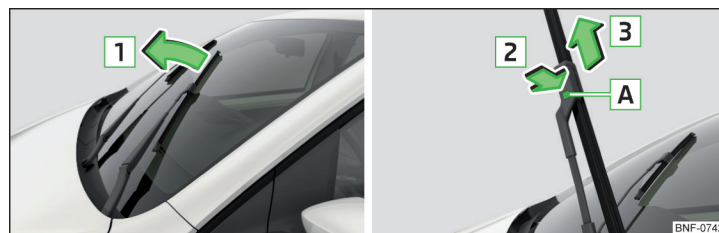

Fig. 132 Udskiftning af viskerblad til forruden
- Løft viskerarmen væk fra ruden i pilens retning **1** » Fig. 132.
- Tilslut tændingen, og tryk betjeningsarmen i pilens retning » Fig. 132.